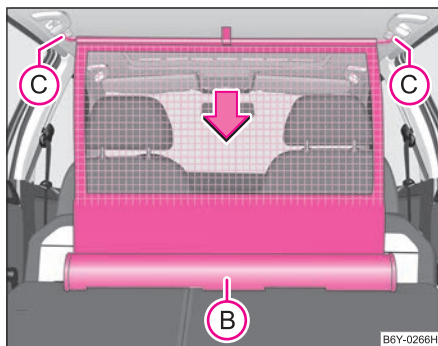

Fig. 64 Enrouler le filet de séparation
- Tirez la tige transversale un peu vers l'arrière d'abord sur un côté puis sur l'autre et enlever la tige transversale des supports (C) ⇒ fig. 64.
- **Maintenez** la tige transversale de sorte que le filet de séparation s'enroule lentement dans le boîtier (B) sans s'abîmer.